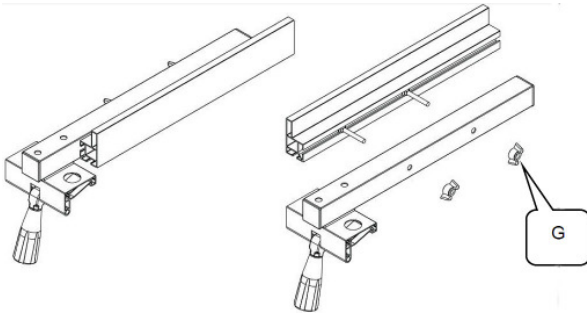

Abb. 65: Parallelanschlag einstellen
- Lösen Sie hierzu die 2 Schrauben (G, Abb. 65).
- Ziehen Sie die beiden Schrauben (G, Abb. 65) wieder fest.